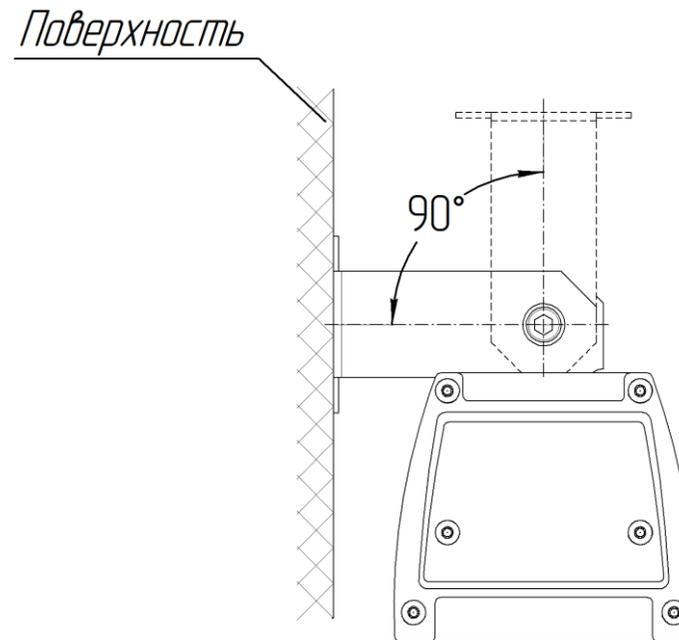

Рис. 2
- 3) Отвернуть поворотную скобу в сторону поверхности установки до упора (Рис. 2). Максимальный угол поворота скобы на светильнике 90°.